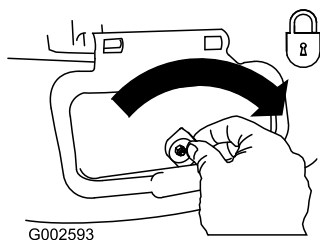

Figure 38
**Important:** Verrouillez le volet d'éjection latérale après l'avoir fermé (Figure 38).